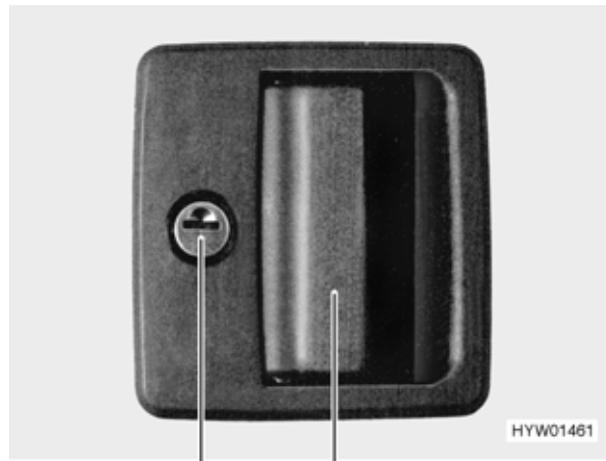

Bild 46 Türschloss Eingangstür und Fahrertür, außen
- Schlüssel in Schließzylinder (Bild 46,1) stecken und im Uhrzeigersinn drehen, bis das Türschloss entriegelt ist.
- Durch Ziehen am Türgriff (Bild 46,2) die Tür öffnen.
- Schlüssel in Schließzylinder (Bild 46,1) stecken und entgegen dem Uhrzeigersinn drehen, bis das Türschloss verriegelt ist.